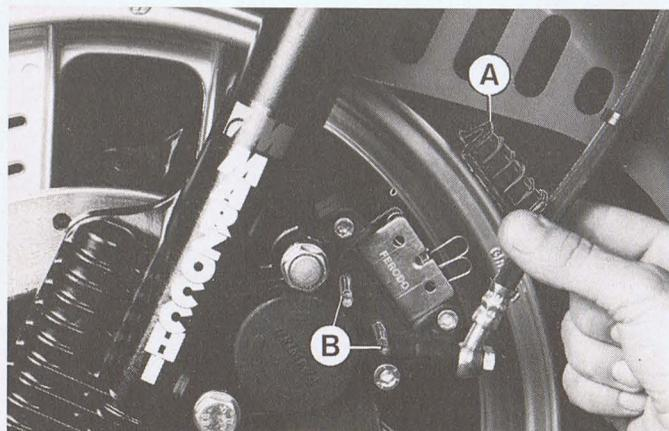

Fig. 14
**Sostituzione pasticcine freno** (fig. 14): accertato che le guarnizioni frenanti hanno raggiunto il limite di usura cioè lo spessore di mm. 1,5 (la guarnizione frenan-